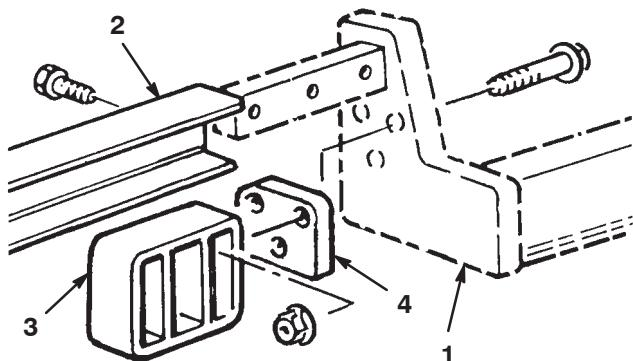

Figura 5
3. Monte un soporte trasero en cada brazo de elevación con 3 tornillos de caperuza (3/8 x 2 pulgadas), espaciadores, y tuercas con arandela prensada, según muestra la Figura 5.